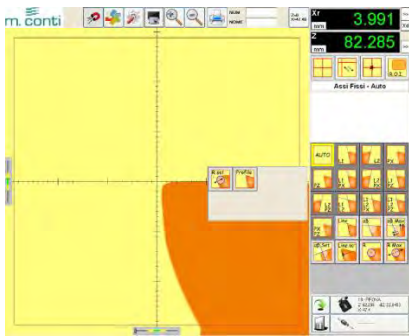

fig. U7
- Maintenir appuyé le bouton gauche de la souris sur une icône des modalités de mesure (ex. Rset et Profile) et la traîner à l'intérieur de la fenêtre une à la fois; (fig. U7)